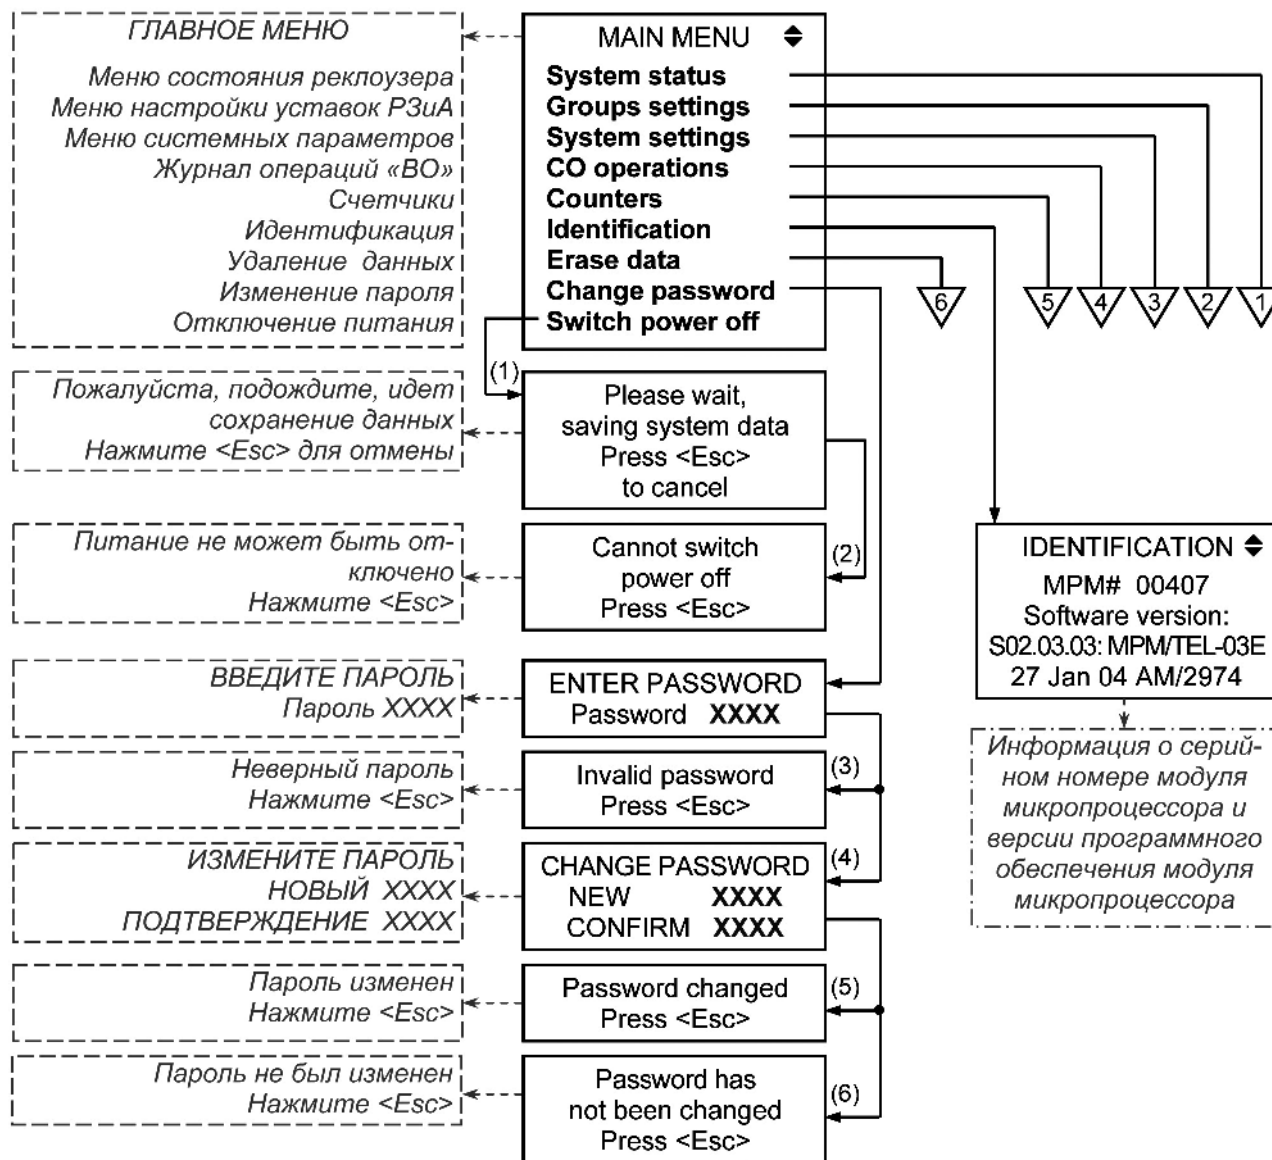
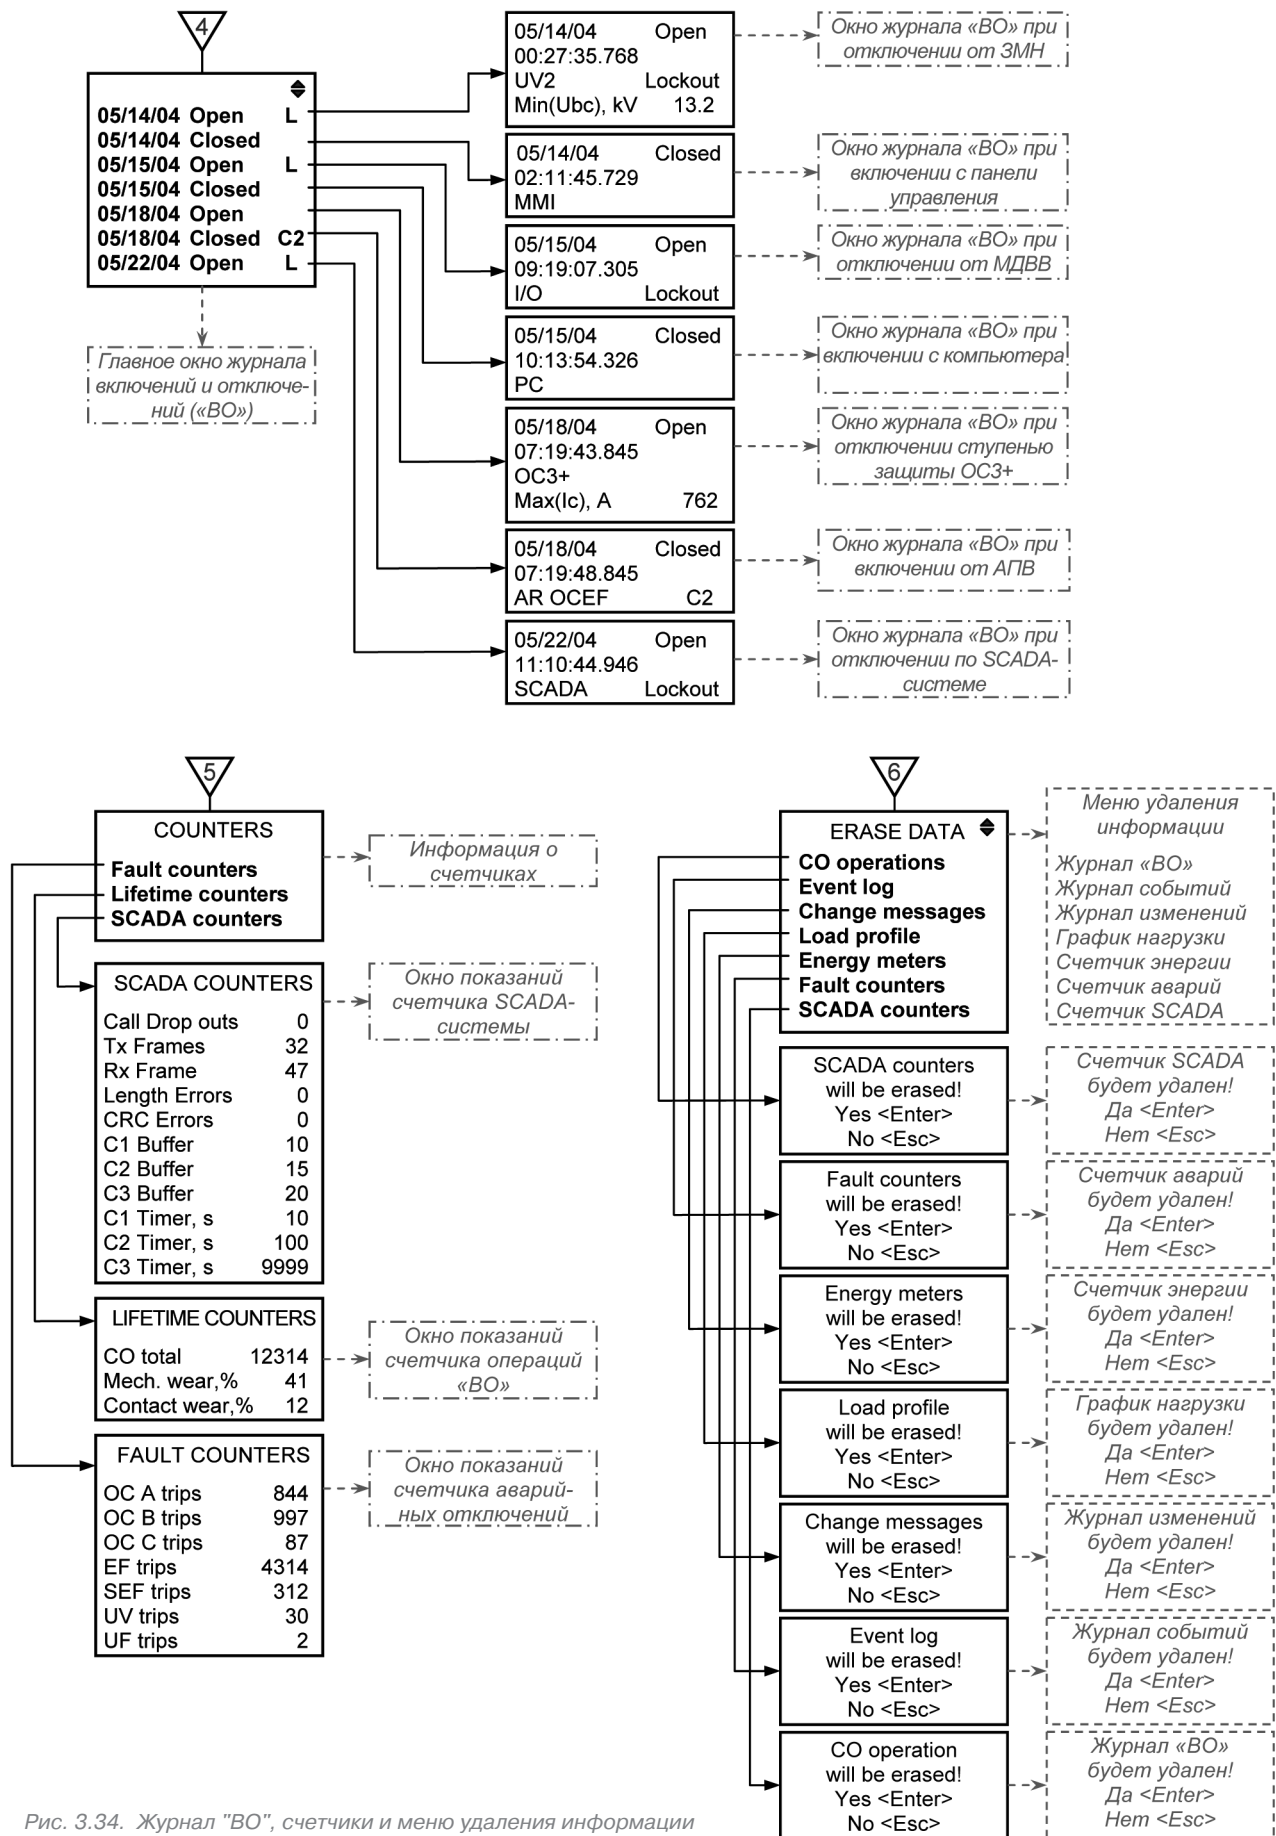

Рис. 3.29. Главное меню, идентификационная информация, отключение питания и смена пароля
Рис. 3.34. Журнал "ВО", счетчики и меню удаления информации
На Рис. 3.29 - Рис. 3.34 показаны окна системы меню с отображаемой информацией и стрелки, показывающие переходы между различными меню.
- символы навигации  или  обозначающие возможность прокрутки информации соответственно в горизонтальном или в вертикальном направлении. Отсутствие данных символов обозначает невозможность прокрутки информации в данном меню. На Рис. 3.29 - Рис. 3.34 возможность прокрутки информации в любом направлении для упрощения показана только символом .
Пассивной является информации, которая отображается на ЖКД и не может быть изменена пользователем. Такая информация при перемещении на нее в меню выделяется на дисплее символами $\langle \leftarrow \right\rangle \langle \leftarrow \right\rangle$. На Рис. 3.29 - Рис. 3.34 пассивная информация условно помечена обычным (нежирным) шрифтом.
Активной является информация, предназначенная для перехода в другое меню, или информация, изменяемая пользователем. Такая информация при перемещении на нее в системе меню выделяется на дисплее символами $\langle \blacktriangleright \rangle \langle \blacktriangleleft \rangle$. На Рис. 3.29 - Рис. 3.34 активная информация условно выделена жирным шрифтом.
На Рис. 3.29 - Рис. 3.34 совместно с англоязычным меню реклоузера в рамках, выполненных штриховыми или штрихпунктирными линиями, размещены пояснения на русском языке. В рамках, выполненных штриховыми линиями, указан перевод на русский язык выражений меню, в рамках, выполненных штрихпунктирными линиями, отражен общий смысл того или иного меню.